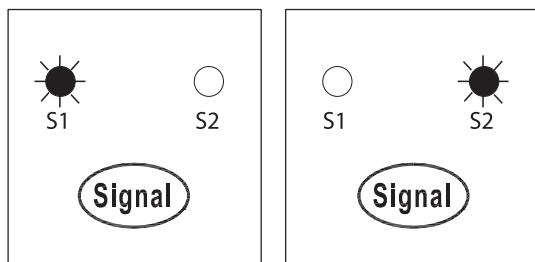

Рис. 25
1. Нажмите кнопку «Signal» на зарядной станции, индикатор переключится на S2 (рис. 25).